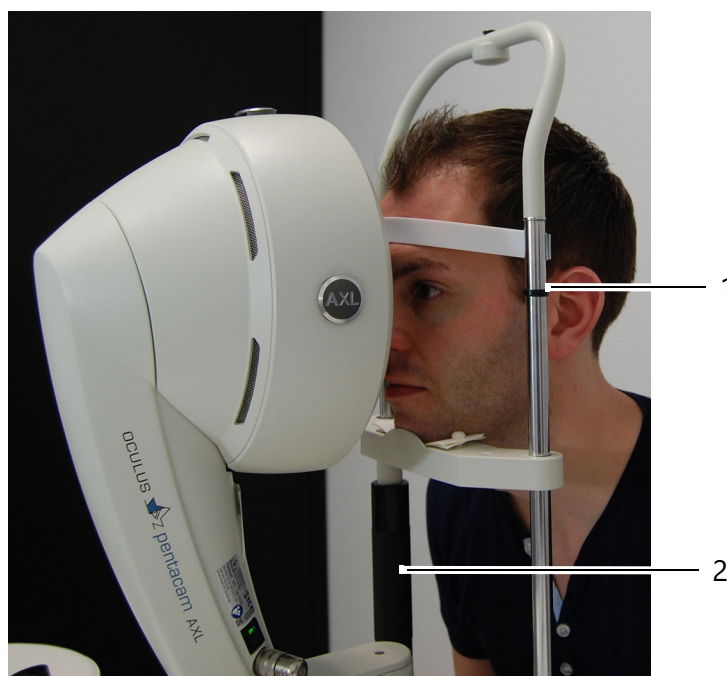

Fig. 7-8: Posizionamento del paziente
8. Regolare l'altezza degli occhi utilizzando la manopola → Fig. 7-8 (pagina 42), pos. 2.